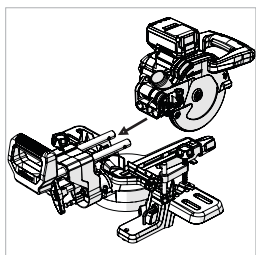

Fig. 13
- Justera såghuvudet med glidslädens två armar. (**Fig. 13**)